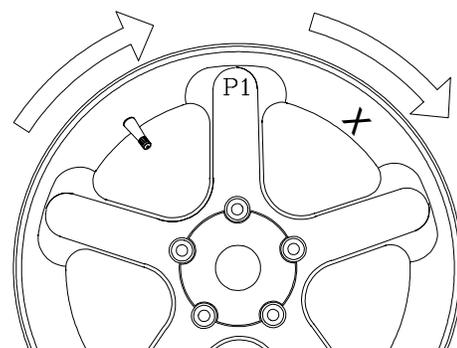

Figure 34
6. L'afficheur indique "SPO 1". Localiser le premier rayon le plus proche du centre supérieur et faire tourner la roue de telle sorte que le rayon soit au centre supérieur. Voir Figure 34. Appuyer sur P pour mémoriser la première position.